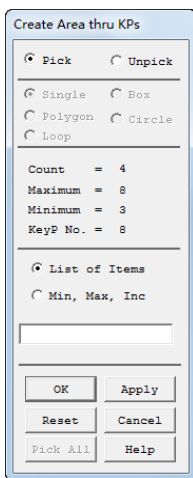

图 5-46 拾取对话框
⑧建立过渡面模型：依次选择 Main Menu→Preprocessor→Modeling→Create→Areas→Arbitrary→Through KPs，会弹出拾取对话框，如图 5-46 所示。拾取入口矩形的右边两